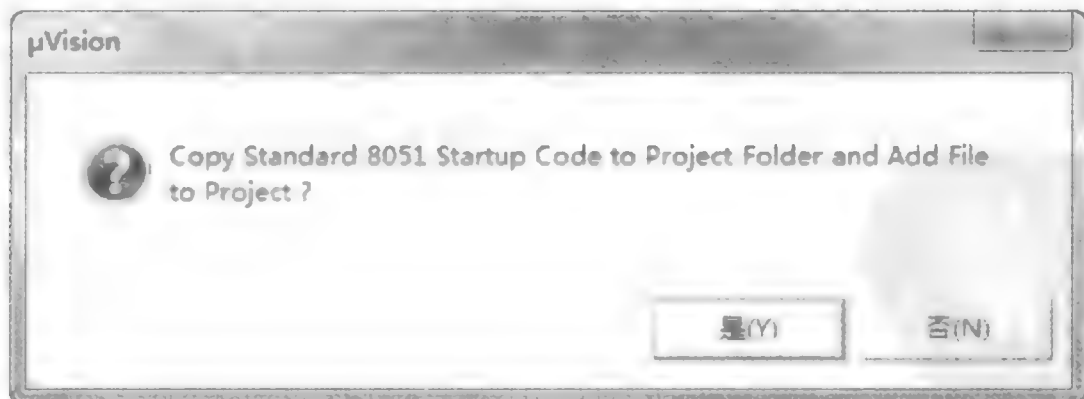

图 5.2.3 Startup Code 复制信息
(3) 选择芯片并确认后,系统会提示是否将 Startup Code 复制到工程文件夹中,选择“是”,如图 5.2.3 所示。